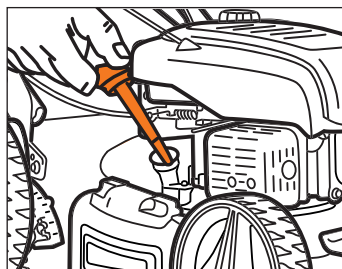

Рис. 20
- Вставьте щуп, не закручивайте его, достаньте и проверьте уровень масла (Рис. 20). Наливайте масло по верхнюю отметку уровня, но не переливайте.